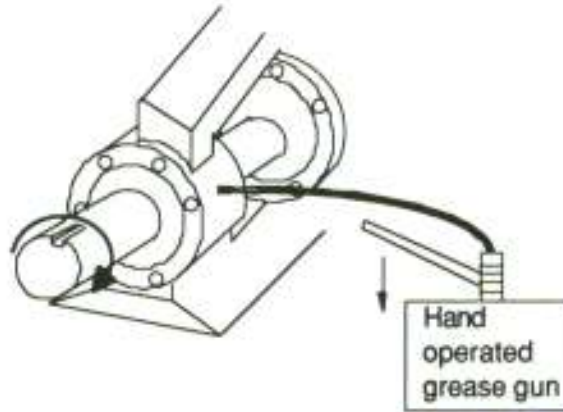

Figura 10. Lubrificare nuovamente i cuscinetti
2. Usando una pompa manuale per grasso (vedi figura 10), pompare grasso nel cuscinetto attraverso il nipplo di lubrificazione.
- B.9.** Se i cuscinetti non sono danneggiati e devono essere rimontati immediatamente, consultare la sezione 23 per la loro lubrificazione con pompa manuale. Una volta raffreddati, pompare il grasso per ricoprire completamente i due lati del cuscinetto facendo girare lentamente l'albero con la mano (vedi figura 10: riempire gli interstizi del cuscinetto con grasso).